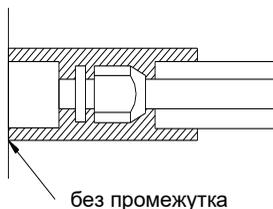

Рис. 19
- b. Соединения внутреннего блока должны быть обернуты теплоизоляционным материалом, причем между изоляцией соединения и блоком не должно быть зазора (см. рис. 19).